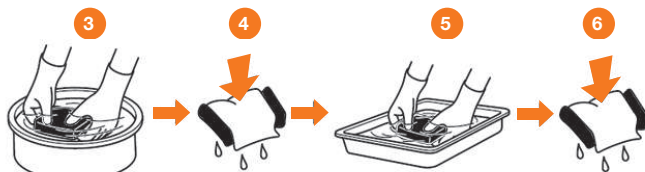

Рис. 9
- Откройте крышку воздушного фильтра **1** (Рис. 9).